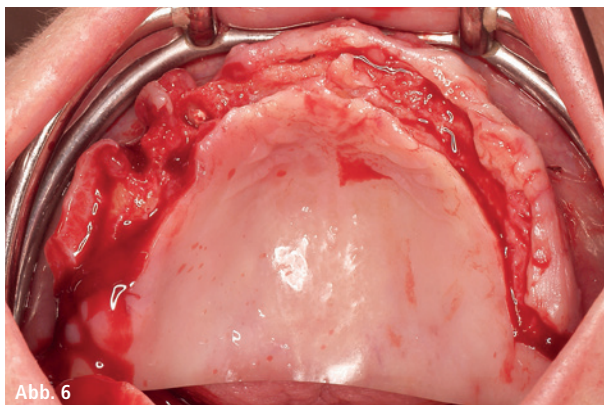
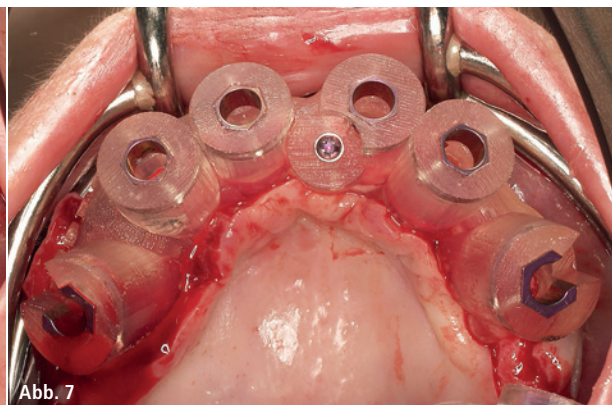
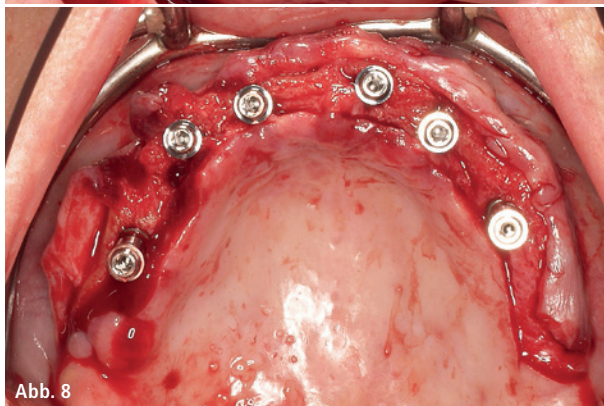
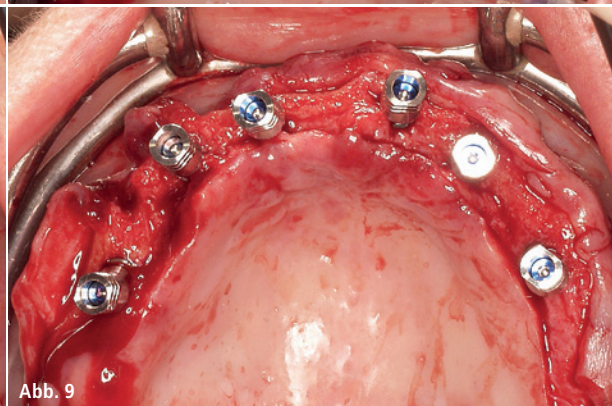

Abb. 6
Abb. 7
Abb. 8
Abb. 9
**Abb. 6:** Präparation des Kieferkammes mit leicht palatinaler Schnittführung und Mukoperiostlappen für die knochengelagerte Bohrschablone. – **Abb. 7:** Inkorporierte und fixierte Simplant-Bohrschablone für die geführte Bohrung und Implantation. – **Abb. 8:** Aufgeschraubte Balance Basisaufbauten. – **Abb. 9:** Retentionskappen zur spannungsfreien Verklebung des Provisoriums.